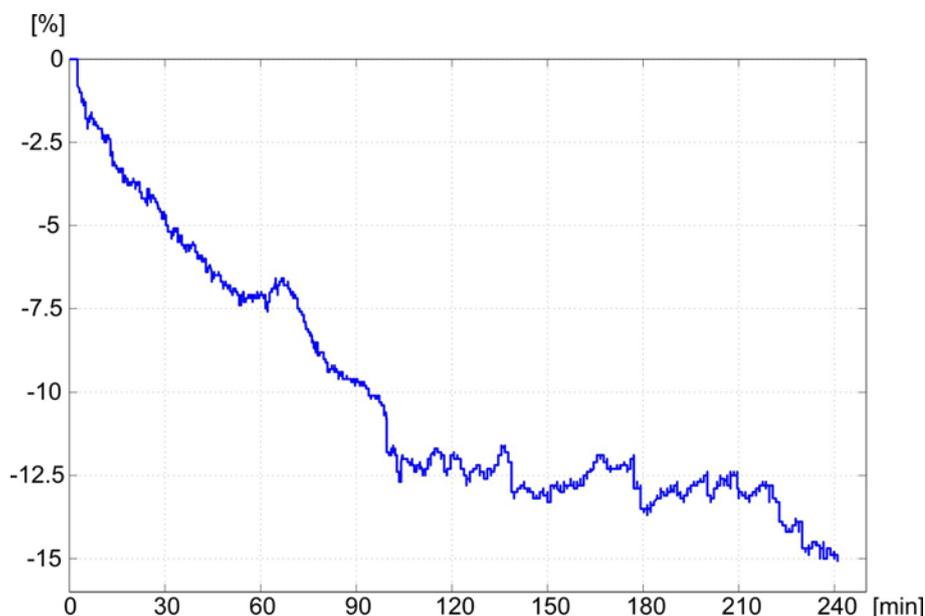

Fig. 11-18 Curva del volumen de sangre relativo (en %) durante el tratamiento (tiempo en minutos)
El sensor de hematocrito (opcional) (véase el apartado 11.4 Sensor de hematocrito (sensor HCT) (277)) proporciona valores de volumen de sangre relativo (volumen de sangre delta en %) en intervalos de tiempo de 10 segundos. bioLogic Fusion utiliza estos valores para calcular la pendiente de los últimos 10 minutos de la tendencia RBV (Fig. 11-18) para monitorizar el desarrollo del descenso de RBV.